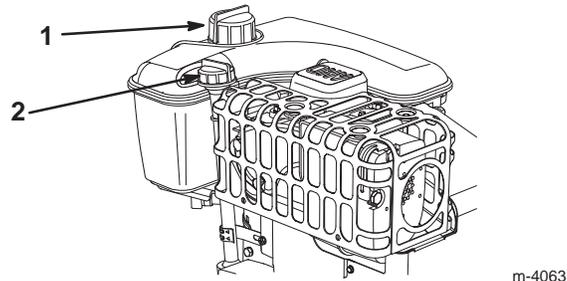

Bild 12
2. Reinigen Sie den Bereich um den Peilstab (Bild 12).
3. Entfernen Sie den Peilstab, indem Sie den Deckel entgegen dem Uhrzeigersinn drehen und ihn herausziehen (Bild 12).
1. Reinigen Sie den Bereich um den Tankdeckel (Bild 12).